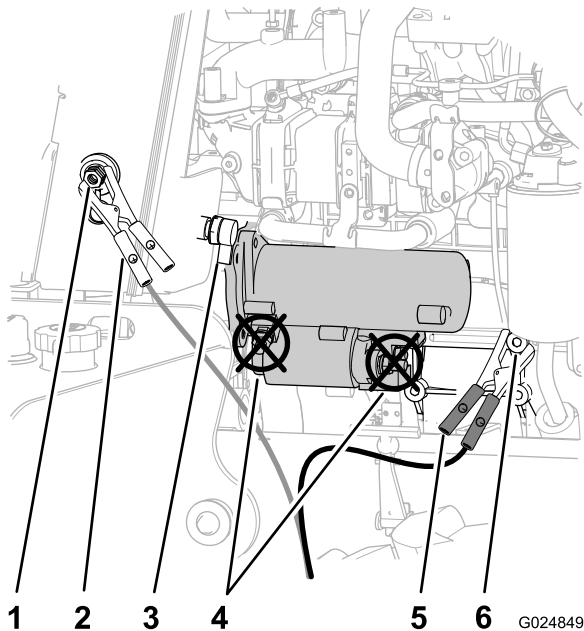

Figura 78
4. Retire a tampa do terminal auxiliar (Figura 78).
5. Conecte o cabo de “chupeta” positivo (+) ao terminal auxiliar (Figura 78).
6. Conecte o cabo de “chupeta” negativo (-) a um ponto de aterramento, como a porca no pivô do alternador (Figura 78).